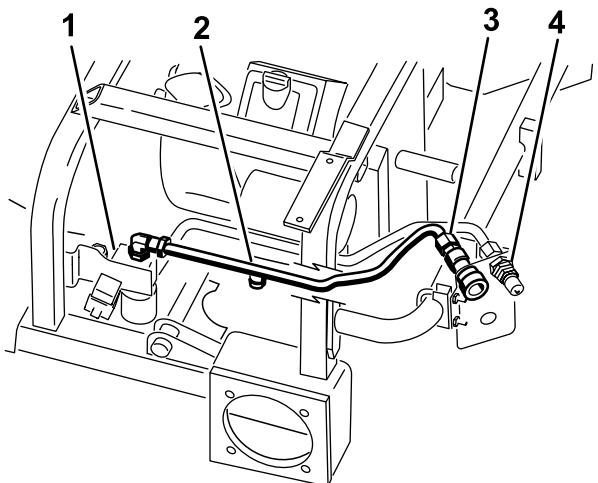

图 15
4. 将 2 号液压管线放入机器如 图 15 所示。
5. 将 2 号液压管线安装到 90 度弯头和新阀门的顶部 图 15。
6. 将 2 号液压管线安装到上阴联接器 图 15。